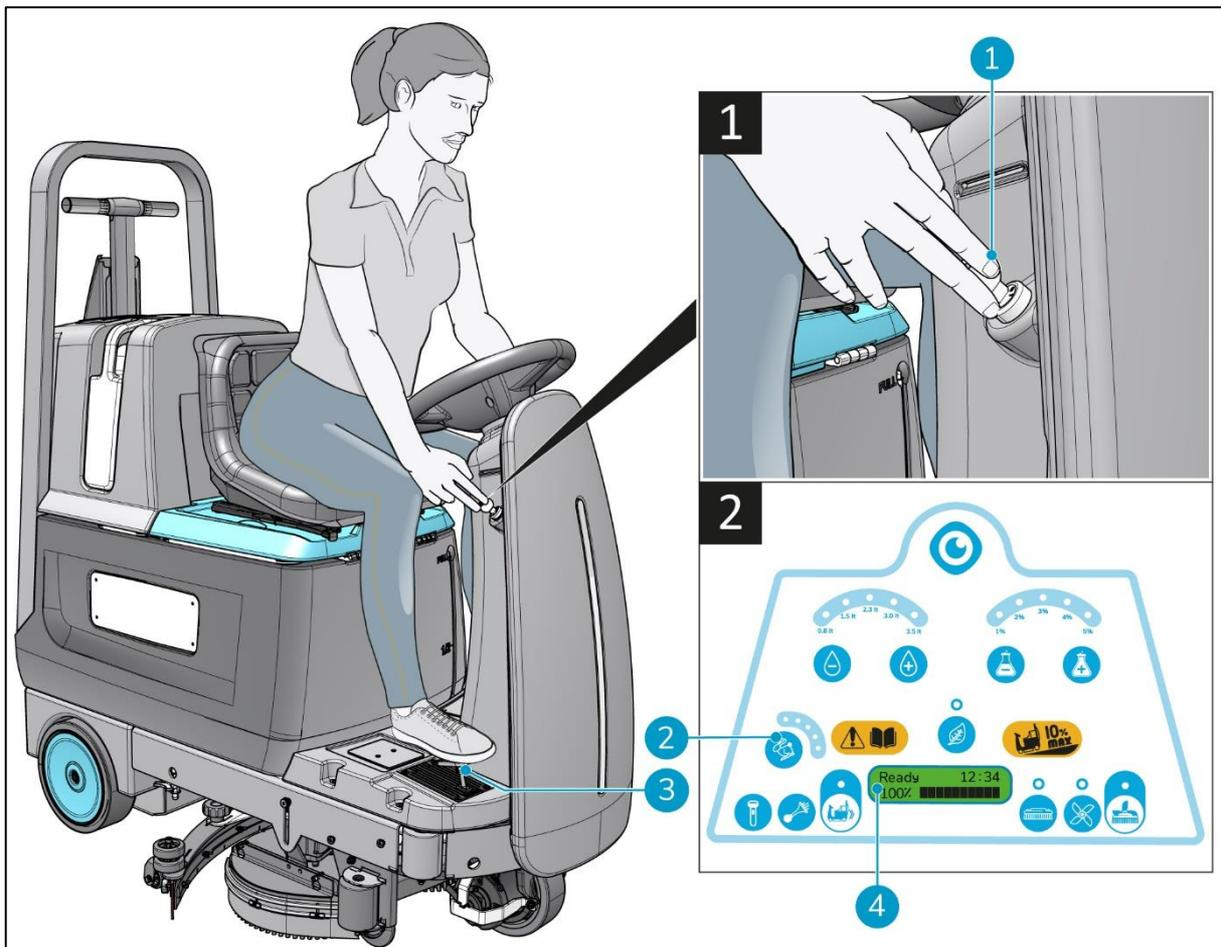

Abbildung 23
2. Stecken Sie den Zündschlüssel in das Schlüsselloch (Abbildung 23, Pos. 1).
4. Warten Sie, bis die Startsequenz abgeschlossen ist und auf dem Display „Ready“ (Bereit) angezeigt wird (Abbildung 23, Pos. 4).
6. Wählen Sie die gewünschte Fahrgeschwindigkeit: 1 (bis 2,5 km/h), 2 bis 5 (2,5 bis 4,5 km/h) (Abbildung 23, Pos. 2).
7. Betätigen Sie das Gaspedal vorsichtig (Abbildung 23, Pos. 3), um vorwärts zu fahren.